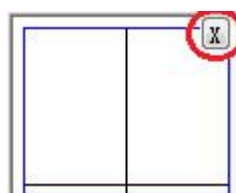

图 2.5.8 区域组二小视图及删除按钮
- 点击视图右上角的删除按钮，如下图 2.5.8 所示，可将绘图区域清空。